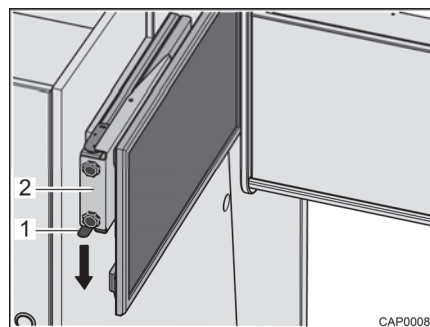

Bild 38 Auszug mit Flachbildschirm
- Rastfeder (Bild 38,1) nach unten drücken und Auszug (Bild 38,2) mit Flachbildschirm waagrecht in Richtung Fahrzeugmitte herausziehen.
- Auszug (Bild 38,2) mit Flachbildschirm waagrecht bis zum Anschlag schieben. Die Rastfeder (Bild 38,1) rastet hörbar ein.